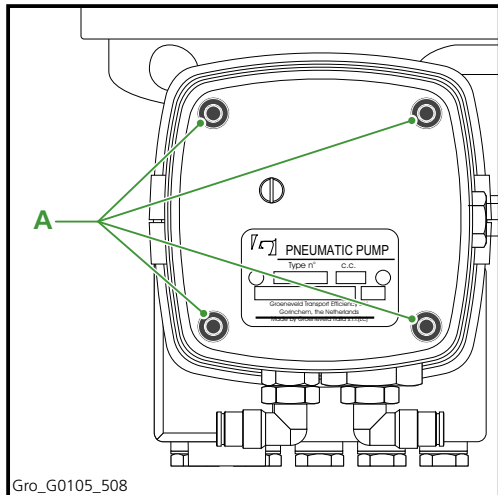

Abbildung 5.9 Befestigungsschrauben
1. Entfernen Sie mit einem passenden Inbusschlüssel die vier Befestigungsschrauben vom Deckel des Bremszählers (Abbildung 5.9).
5. Setzen Sie den Deckel wieder auf. Achten Sie darauf, dass die Dichtung richtig anliegt. Schrauben Sie den Deckel mit den vier Inbusschrauben fest (Abbildung 5.9).
1. Entfernen Sie mit einem passenden Inbusschlüssel die vier Befestigungsschrauben vom Deckel des Zeitgebers (Abbildung 5.9).